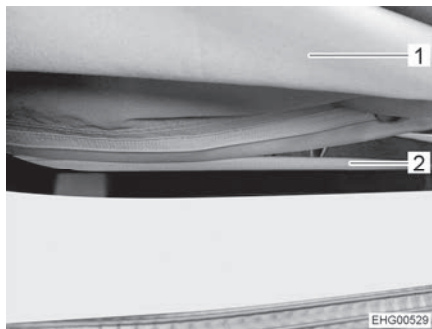

Bild 89 Dragkedja
- Öppna dragkedjan helt (Bild 89,2) på undersidan av blåsbälgen (Bild 89,1).